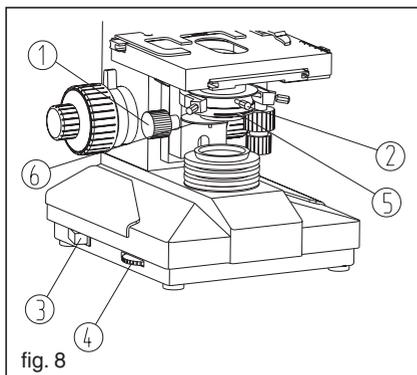
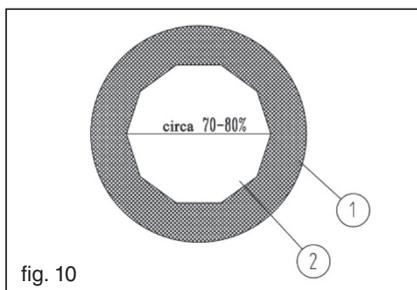

fig. 8
fig. 10
Para mover el condensador hacia arriba y hacia abajo gire el pomo de regulación de altura ①. El condensador se puede remover fácilmente desenroscando el tornillo de fijación ②, El filtro se puede fijar en el compartimiento dispuesto al efecto. (Fig.8)
Nota: No dejar el pomo de ajuste de la luminosidad al máximo por mucho tiempo a fin de evitar reducir la vida útil de la lámpara. (Fig.8)
La palanca de apertura del diafragma ① se puede girar para regular la NA del sistema de iluminación (Fig.8). Remover los oculares y mirar a través del tubo, si la imagen del diafragma es excéntrica con respecto al objetivo utilizar el tornillo de regulación ②. Regular la apertura del diafragma para obtener una imagen con un buen contraste. Normalmente regulando el diámetro de apertura de la imagen del diafragma ② al 70-80 por ciento del objetivo se obtiene un buen resultado.(Fig.10)